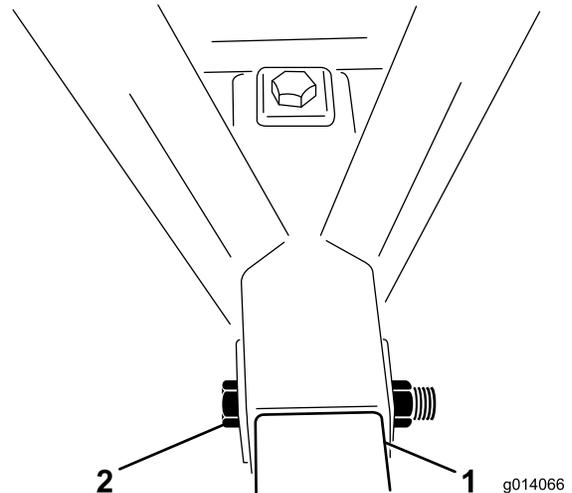

Figure 4
5. Placez un boulon (1 x 6-1/2 po) dans le cadre et le tube d'attelage, et mettez le contre-écrou en place (Figure 4).
6. Insérez le second boulon (1 x 6-1/2 po) dans le haut du cadre et à travers le tube d'attelage. Mettez l'écrou en place (Figure 4).